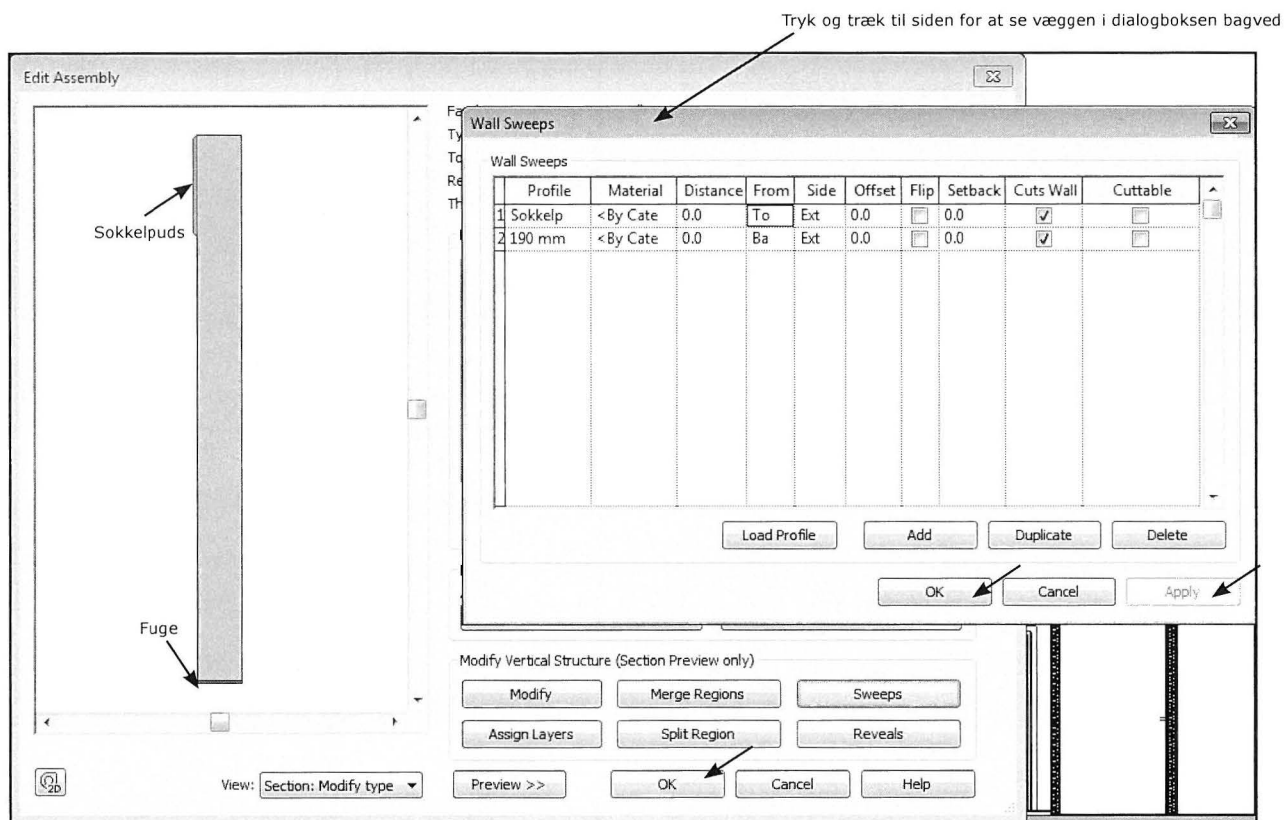
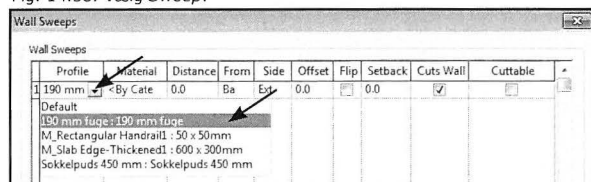

Fig. 14.35. Anvendt *Apply* til at se resultatet inden der klikkes OK. Siderprofilerne som de skal, kan der trykkes OK til alle dialogboksene er lukkede.
Fig. 14.39. Tryk *Add* og vælg fugen under *Profile*.
Tryk på *Apply* (Fig. 14.35), for at se resultatet inden du trykker OK. Væggen skulle gerne se ud som på figuren herover. Hvis du ikke kan se væggen tag fat øverst i *Wall Sweep* dialogboksen og træk den lidt til siden.
- Tryk *Add* (Fig. 14.35) og under *Profiles* vælg fugen (Fig. 14.39).